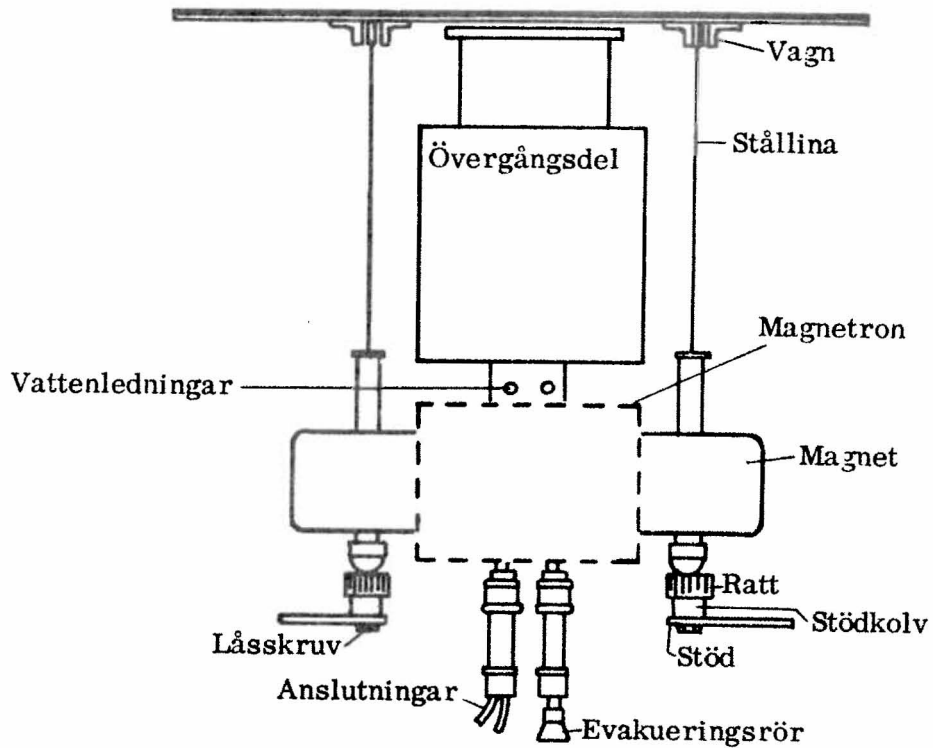

Bild 17
4.1.1.5 Ta loss magneten och magnetronen. Se bild 17.